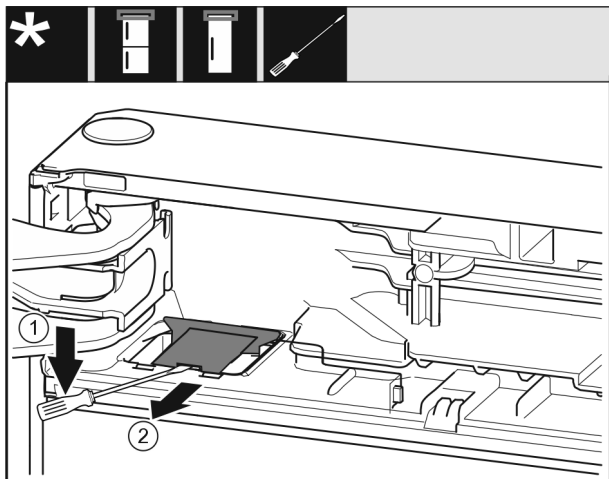

Fig. 14
- ▶ Odstíťte kryt Fig. 14 (1) plochým skrutkovačom.
- ▶ Vyberte kryt Fig. 14 (2).